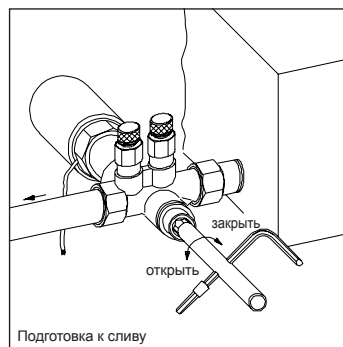

рис. 3
- 3 Ослабить шток вентили шестигранным ключом №10, поворачивая его влево (макс. на 1/4 оборота) (рис. 3).
- 3 Снять инструмент для заполнения и слива с арматуры и затянуть шток вентили ключом №10 с макс. усилием 10 Нм (рис. 3).
- 4 Перекрыть шток вентили, поворачивая его вправо шестигранным ключом №10 и затянуть с макс. усилием 10 Нм (рис. 3).